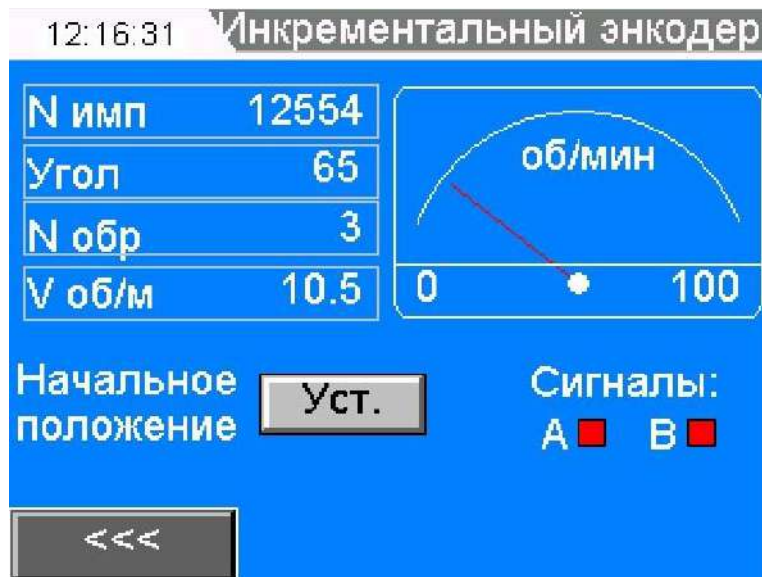

Рисунок 10 – Окно «Инкрементальный энкодер»
5.5.2. Измерить количество импульсов энкодера за один оборот вала, рис. 10.